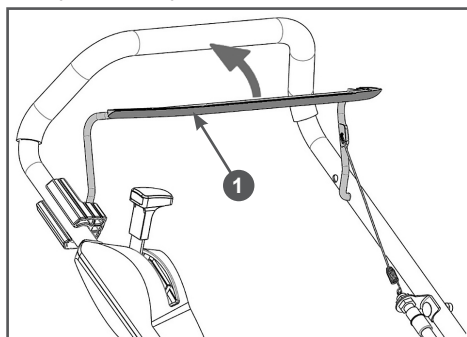

Рис. 18 Рычаг дополнительного выключателя зажигания
- 5.левой рукой прижмите рычаг 1 дополнительного выключателя зажигания к рукоятке и удерживайте его (Рис. 18).
При возникновении аварийной ситуации, для экстренной остановки двигателя устройства отпустите рычаг дополнительного выключателя зажигания двигателя (Рис. 18).
4. Отпустите рычаг дополнительного выключателя зажигания двигателя (Рис. 18).